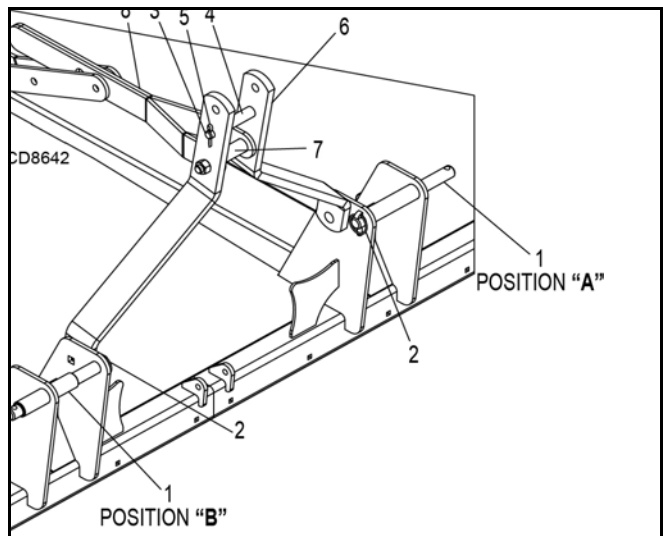

ABBILDUNG 3. DS10.40E Verbindung mit Standard- und Schnell-Anhängerkupplung
2. Stecken Sie die unteren Sicherungsstifte für die Anhängerkupplung (1) in Position B, Abbildung 3, durch die Halteplatten und die unteren Hebearme des Traktors.
3. Mit Klick-Stiften (2) sichern.
4. Verbinden Sie den Traktor-Oberlenker mit dem Mäher-A-Rahmen mit den mittleren Bohrungen und 19 mm (3/4 in) Stift (3), 25,4 mm (1 in) OD-Hülse (4), Splint (5) und 6,4 mm (1/4 in) Klick-Stift (6).
2. Stecken Sie die unteren Sicherungsstifte der Anhängerkupplung (1) in Position A, Abbildung 3.
4. Verbinden Sie den Traktor-Oberlenker mit dem Mäher-A-Rahmen mit den oberen Bohrungen und 19 mm (3/4 in) Stift (3), 31,8 mm (1-1/4 in) OD-Hülse (nicht gezeigt), Splint (5) und 6,4 mm (1/4 in) Klick-Stift (6).
1. Stecken Sie die unteren Sicherungsstifte für die Anhängerkupplung (1) in Position A, Abbildung 3.
2. Die obere Einhänge-Schnell-Anhängerkupplung rastet in der 31,8-mm(1-1/4-in)-Hülse (7) zwischen Sollbruchstellen (8) ein wie für Kategorie 2 gezeigt. Sollbruchstellen und Hülse müssen für Kategorie 3 bis zur mittleren Bohrung des A-Rahmens verschoben werden.